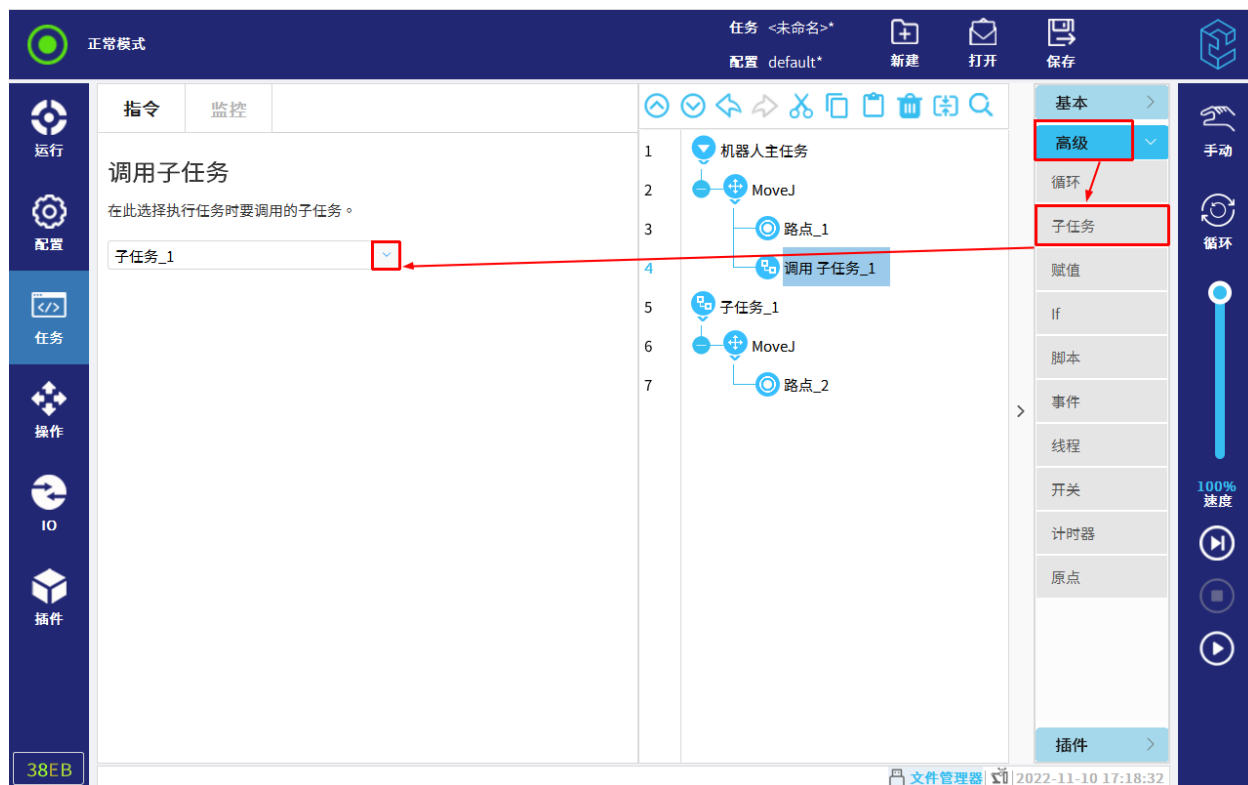

图 12-22 调用子任务
2. 点击任务树中的“调用”，点击“新建”或选择已存在的子任务文件，如图 12-22 所示。